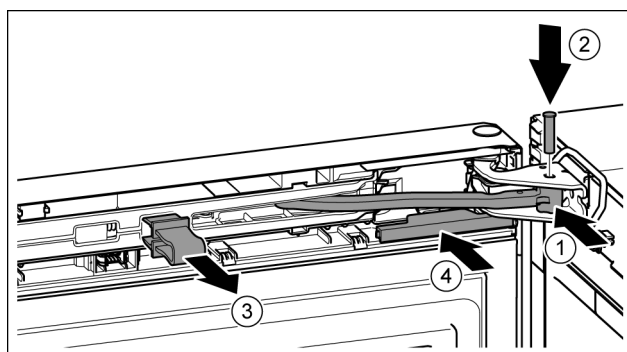

Fig. 49
- ▶ Zgibni del v ležajnem podstavku zavrtite. Fig. 49 (1)
- ▶ Sornik vstavite v ležajni podstavek in zgibni del. Pri tem pazite, da zaskočni zapah pravilno sedi v utoru. Fig. 49 (2)
- ▶ Snemite varovalo. Fig. 49 (3)
- ▶ Potisnite pokrov gor. Fig. 49 (4)